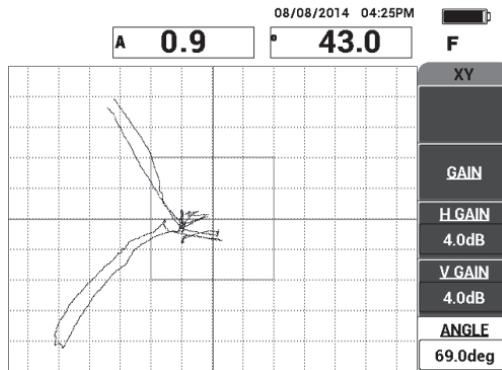

Figura 6-8 Ajustar o ângulo do sinal do descolamento
- No menu **MAIN**, pressione **ANGLE [ÂNGULO]** (tecla E) e, em seguida, ajuste o ângulo do sinal de modo que o descolamento de lateral distante vá para baixo e o descolamento próximo à lateral vá para cima (veja Figura 6-8 na página 136).